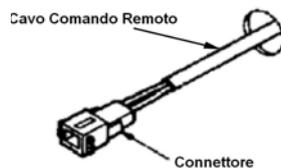

Fig. 2
3. Inserite il cavo del comando remoto in dotazione nel foro assicurandovi che il terminale con il connettore sia il più vicino possibile al comando remoto (Fig.2)
5. Collegate il micro manometro alla presa prelievo pressione del gas sulle valvole (Fig.2)
- Controllate la pressione del gas sulla presa prelievo (Fig.2 pag. precedente).